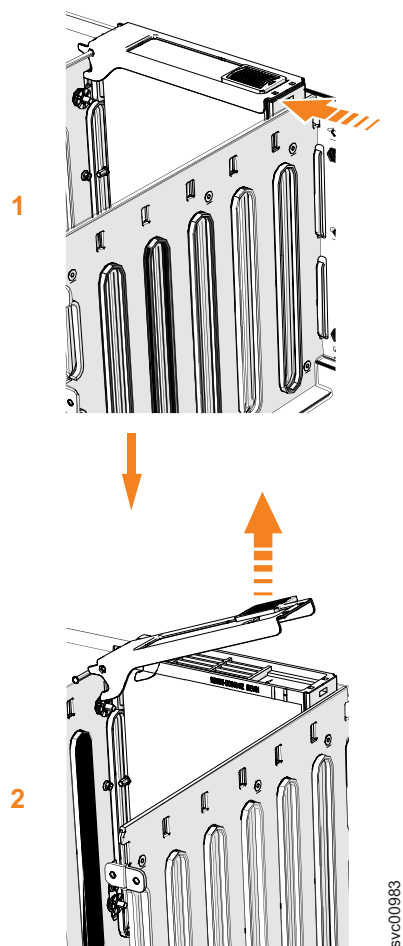

图 90. 卸下驱动器组合件
5. 向前滑动松开滑锁 (1), 如图 90 所示。
6. 抬起手柄 (**2**), 以从隔板解锁驱动器支架, 如第 104 页的图 90 中所示。确保解锁底部的引脚完全脱离。